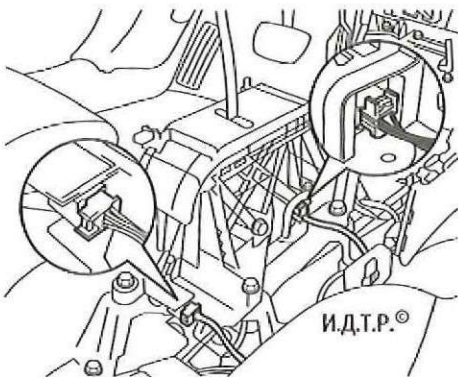

Рис. 6.22. Расположение электронного блока управления системы блокировки селектора и датчика положения селектора
25. Отсоедините колодки жгутов проводов от электронного блока управления (ЭБУ) системы блокировки селектора и от датчика положения селектора (рис. 6.22).